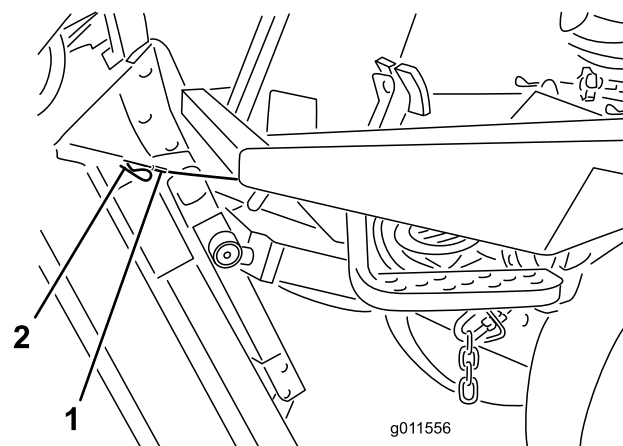

Figura 80
6. Sujetando la unidad de corte en posición vertical, coloque el extremo del cable sobre el pasador del brazo de elevación de la unidad de corte y fíjelo con el pasador de horquilla (Figura 80).